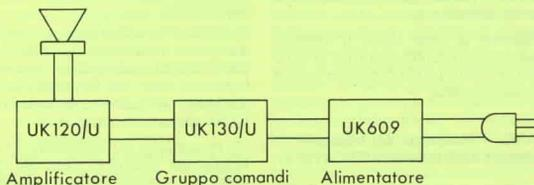

Fig. 6 - Schema a blocchi di una linea monofonica ad alta fedeltà.
**Consigli per il montaggio di una linea monofonica ad alta fedeltà (Fig. 6).**